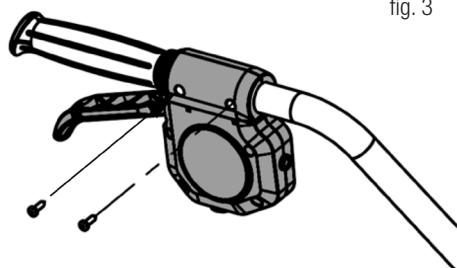

fig. 3
3. Monte o manípulo da embraiagem conforme ilustrado na fig. 3.